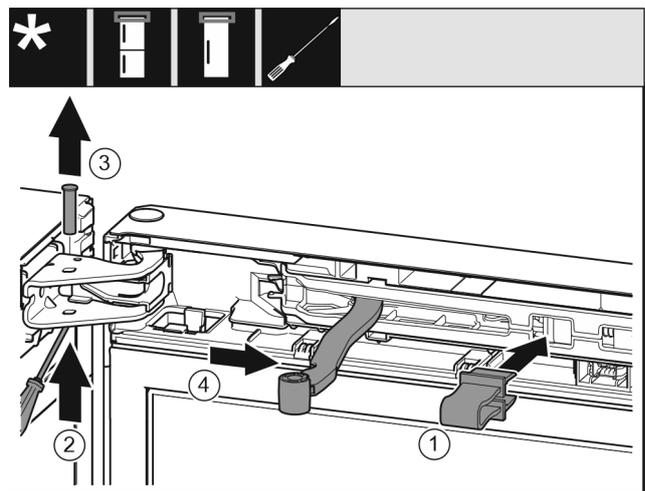

Fig. 9
- Зафиксируйте предохранитель Fig. 9 (1) в отверстии.
- Выкрутите палец Fig. 9 (2).
- Извлеките палец Fig. 9 (3) движением вверх.
- Поверните шарнир Fig. 9 (4) в направлении двери.